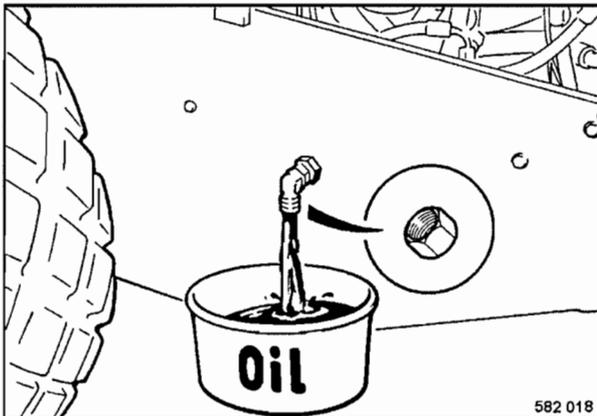

Fig. 75
- Desenroscar el tapón de descarga (Fig. 75) y recoger el aceite saliendo.